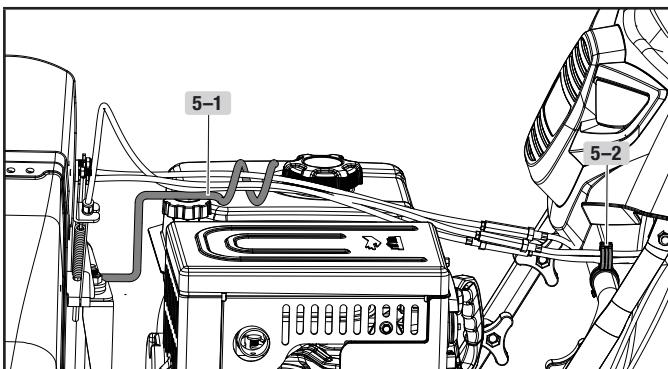

Figure 5
- Faites passer les câbles à travers la forme bouclée de la tige (5-1) et le collier de serrage (5-2) sur la partie inférieure du guidon. Des attaches de câble supplémentaires sont incluses pour bien fixer les câbles. Ne serrez pas les attaches avant la première utilisation, puis ajustez au besoin. Une fois que vous êtes satisfait du positionnement correct des câbles, serrez toutes les attaches. (figure 5)